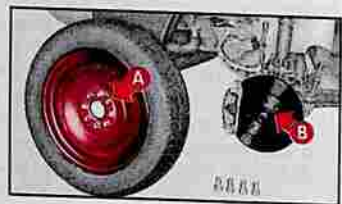

fig. 4
15) Monter la roue de secours en veillant à ce que les trous **A**-fig.4 coïncident avec les ergots correspondants **B**.